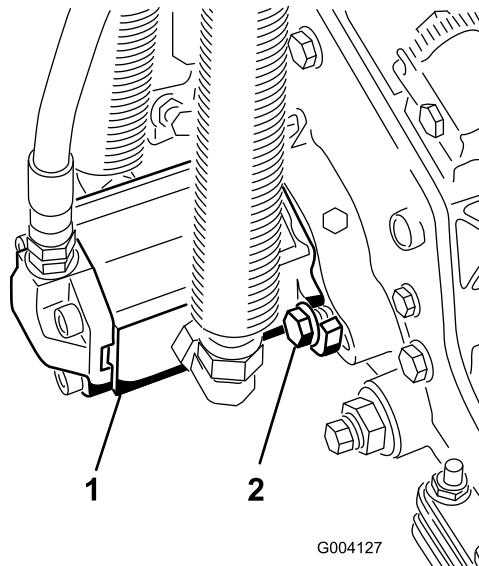

Figure 14
16. Montez le moteur en le tournant dans le sens horaire jusqu'à ce que les brides passent les boulons (Figure 14). Tournez le moteur dans le sens antihoraire jusqu'à